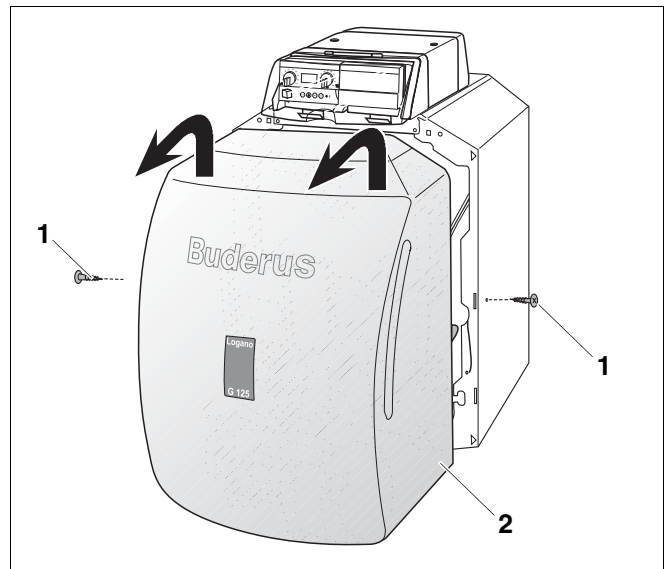

Fig. 4 Retirar la cubierta del quemador
- ▶ Desenrosque los tornillos (fig. 4, [1]) situados a la izquierda y a la derecha de la caldera.
- ▶ Levante ligeramente la cubierta del quemador (fig. 4, [2]) y extráigala hacia delante.